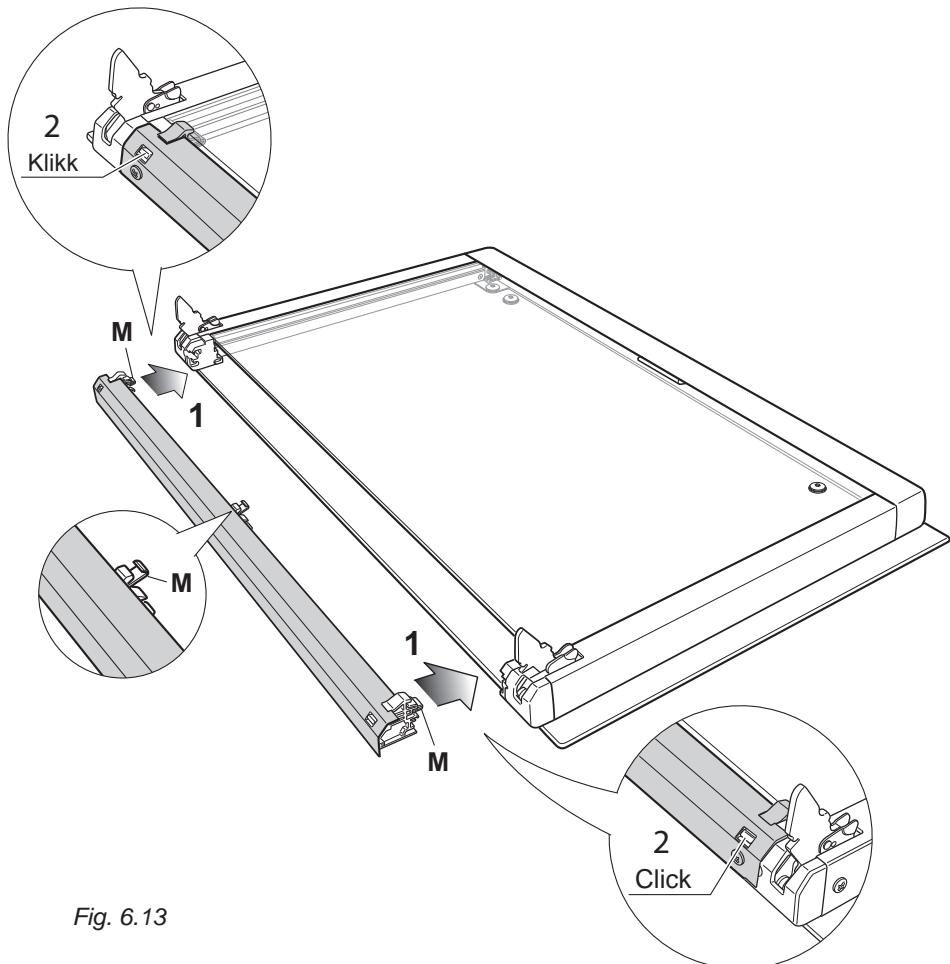

Fig. 6.13
1. Hold beslaget som vist på Fig. 6.13. Det skal monteres på det ytterste glasset. Kontroller, at klemmene "M" ikke er defekte.